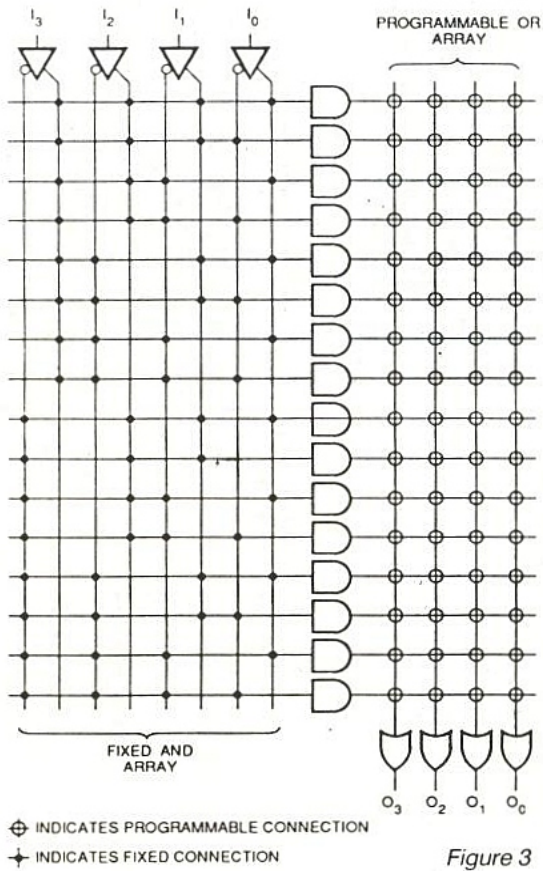

Figure 3
e) Première épreuve sur table traçante (éch. 1 sur calque). Voici d'ailleurs une astuce pour le traqueur à ne pas mettre entre toutes les mains. Regardez bien les pistes fines de la face 1 (**figure 3**) et le tracé de la face composants : les pistes fines sont très légèrement plus grasses sur la face 1. Une plume de 0,35 trace à 0,4 fort alors que 0,4 n'existe pas au catalogue ! La solution : un petit coup de ciseau pour réduire de 2/10 mm l'aiguille d'une plume 0,35 et SURTOUT en déformer
On assimile habituellement ces éléments à des mémoires (Read-Only Memory). Quoiqu'il en soit, le circuit intègre une matrice AND (nécessaire au décodage des adresses) associée à une structure de ORs programmable (**figure 3**). Pour une adresse donnée, le composant valide ainsi sur ses sorties une valeur telle que l'utilisateur l'a programmée à l'intérieur. Rappelons que ce composant n'autorise qu'un seul et unique claquage, contrairement à l'EPROM (Erasable PROM) que l'on efface à l'aide d'ultra-violettes lorsque l'on désire la reprogrammer.